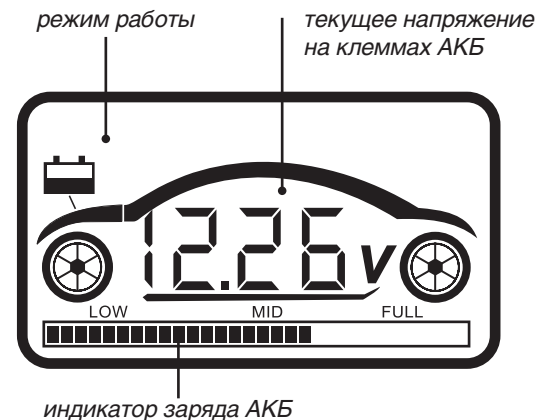

РИС.3
1. Подключите компрессор к сети 12V и нажмите на кнопку ТЕСТ «1», на ЖК-дисплее загорится символ и отобразится текущее напряжение аккумуляторной батареи (Рис.3).